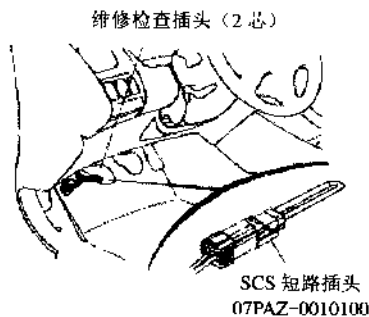

图 8.11 连接诊断插头
- ① 将 SCS 专用短路插头 (07PAZ-0010100) 连接到位于驾驶座席侧脚踏板后的维修检查插头 (2 芯) 上，如图 8.11 所示。